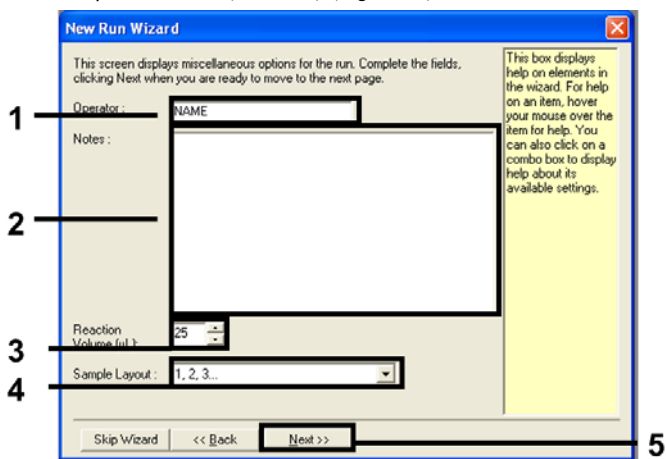

Figura 2. Inserindo o nome do operador e os volumes da reação.
4. Insira o nome do operador. Adicione as observações desejadas e insira 25 em volume da reação. Certifique-se de que os valores no campo Sample Layout (Disposição das amostras) sejam 1, 2, 3.... Clique em Next (Próximo) (Figura 2).